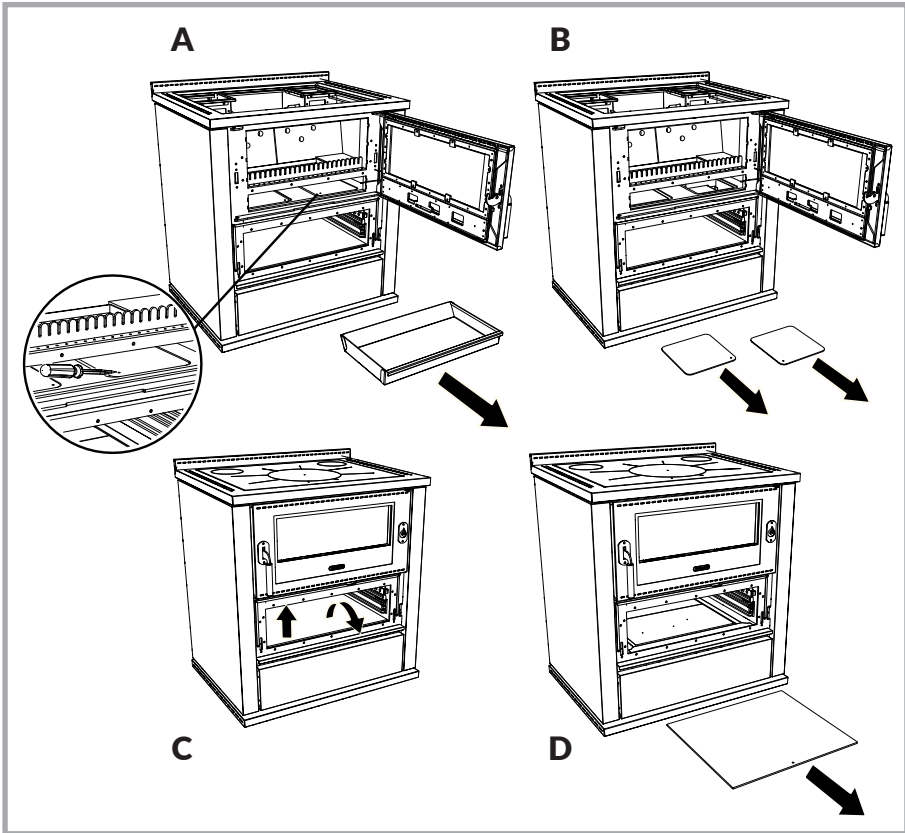

Abb. 36 - Reinigung der Rauchgaszüge.
den. Die zwei Platten haben in der Mitte ein Loch, wodurch man sie mit einem spitzen Werkzeug herausnehmen kann (siehe Abb. 36 A und B). Damit Rückstände auch unter dem Backofen entfernt werden können, befindet sich unten im Backofen eine Platte, die man zur Kontrolle und Reinigung herausnehmen kann. Hierzu empfiehlt es sich die Backofentür zu entfernen (siehe Kapitel
4.6). Zur Reinigung kann der Rußkratzer nützlich sein. Nach erfolgter Reinigung legt man die Platte wieder ein, wobei man darauf achten muss, die Faserdichtung nicht zu beschädigen (siehe Abb. 36 C und D).